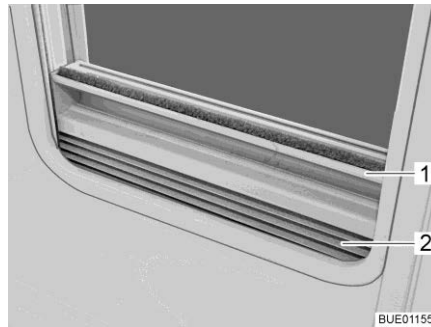

Bild 70 Plisségardin
- Ta tag i mitten på plisségardinens (Bild 70,2) list (Bild 70,1) och drag den nerifån och upp och släpp loss den vid önskad höjd. Plisségardinens stannar på denna höjd.